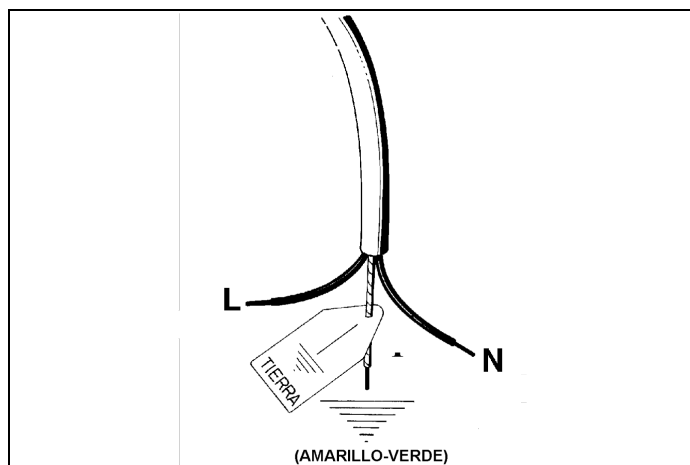

Fig. 11
- Montera på nätkabeln, om den saknar sådan, en standardiserad stickpropp lämplig för lasten som anges på märketiketten. Anslut kablarna enligt schemat i Fig. 11 och se till att följa nedanstående motsvarigheter: